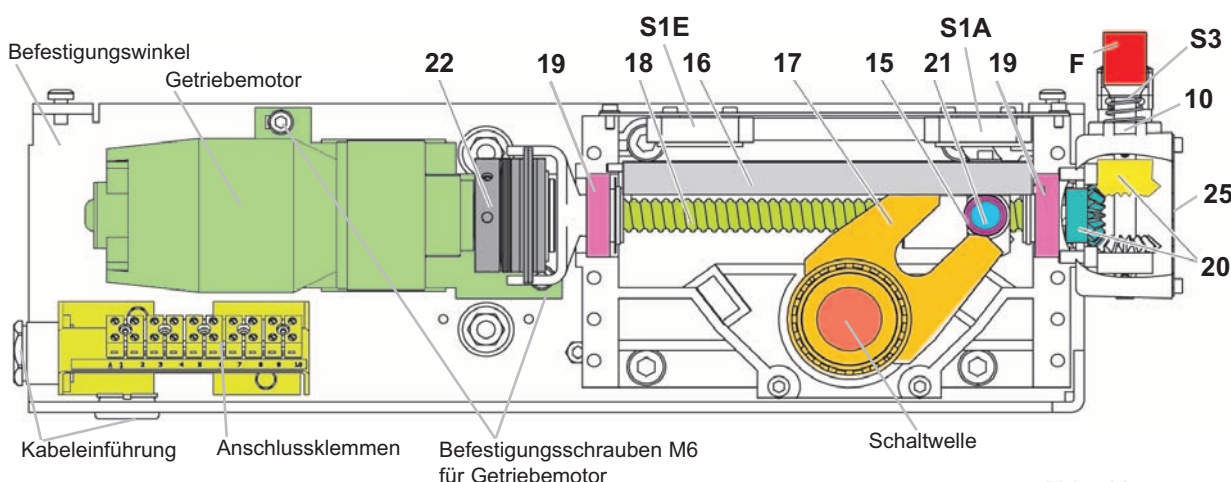

Abb. 10
Nach 10.000 Schaltspielen oder nach ca. 10 Jahren	• Tätigkeiten wie unter dem Intervall jährlich beschrieben. • Folgende Komponenten des Motorantriebes mit dem Schmierstoff Isoflex NBU¹ (siehe Kapitel 7.1) so abschmieren, dass die zusammenwirkenden Bauteile ausreichend geschmiert sind: • beidseitig angeordnete Führungsrollen (15), Mitnehmerzapfen (21) inklusive Führungsleisten (16) und Kulissengabel (17) • Kugelgewindeantrieb (18) und beide Wälzlager (19) • Kegelradgetriebe (20) und Schiebehülse (10) am Hand-Not-Antrieb (dazu ist es notwendig die Abdeckung (25) zu entfernen) • Alle beweglichen Teile • Funktionskontrolle der Signalkontakte (S2A u. S2E, siehe Abb.: 1), Motorschutzschalter (P), Hand-Not-Antrieb (S3, siehe Abb.: 10), Heizung mit Thermostat (K) • Funktionskontrolle durchführen (siehe Kapitel 4.2.5). Achtung: Um die einwandfreie Funktion der Rutschkupplung (22) zu erhalten, darf diese nicht mit Schmierstoff in Verbindung gebracht werden.